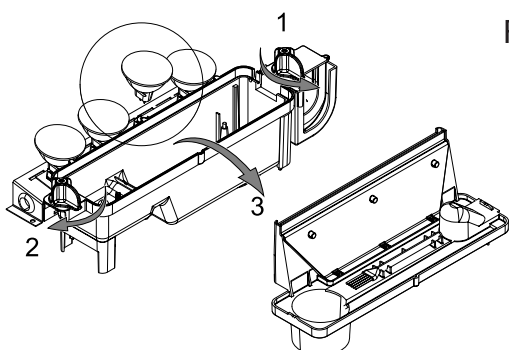

Fig.4
2. Dovrebbe essere possibile vedere le lampadine con l'ugello (vedere Fig. 4) in posizione e osservare quella che deve essere sostituita.
6. Rimuovere la lampadina guasta sollevandola delicatamente verso l'alto sganciando i perni dal portalampada (vedere Fig. 4 e 4a). Sostituire con una lampadina colorata OPTIMYST, 12 V, 50 W, base Gu 5,3, angolo del raggio 8°. (acquistare le lampadine sostitutive su www.dimplex.co.uk alla sezione "After Sales Service" dove sono contenuti i dettagli sull'acquisto delle lampadine).
7. Inserire delicatamente i due perni della nuova lampadina nei due fori del portalampada. Spingere saldamente in posizione (vedere Fig. 4 e 4a).
7. Sbloccare le alette di bloccaggio della vasca di raccolta sulla sinistra eseguendo una rotazione a 90°, quindi aprire l'ugello sollevandolo (vedere Fig. 4).